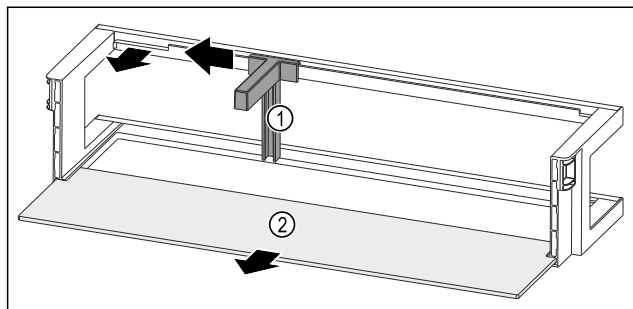

Fig. 90 Vratna polica z držalom za steklenice in odlagalno polico
- Držalo za steklenice Fig. 90 (1) potisnite povsem na stran do odprtine.
- Odstranite držalo za steklenice Fig. 90 (1).
- Odstranite polico za odlaganje Fig. 90 (2).